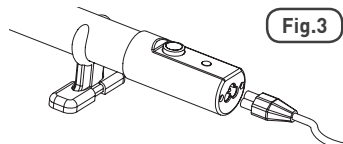

Fig.3
- Avant d'installer l'appareil de chauffage, il est conseillé de connecter le câble d'alimentation électrique en le poussant à fond dans la prise d'alimentation électrique de l'appareil de chauffage [Fig. 3].